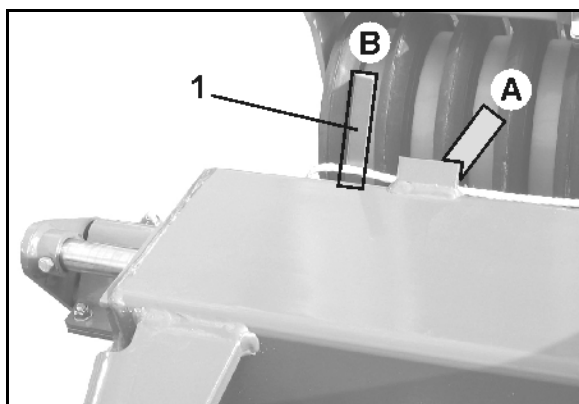

Fig. 29
- Fig. 29 - Right machine side, pos. B.